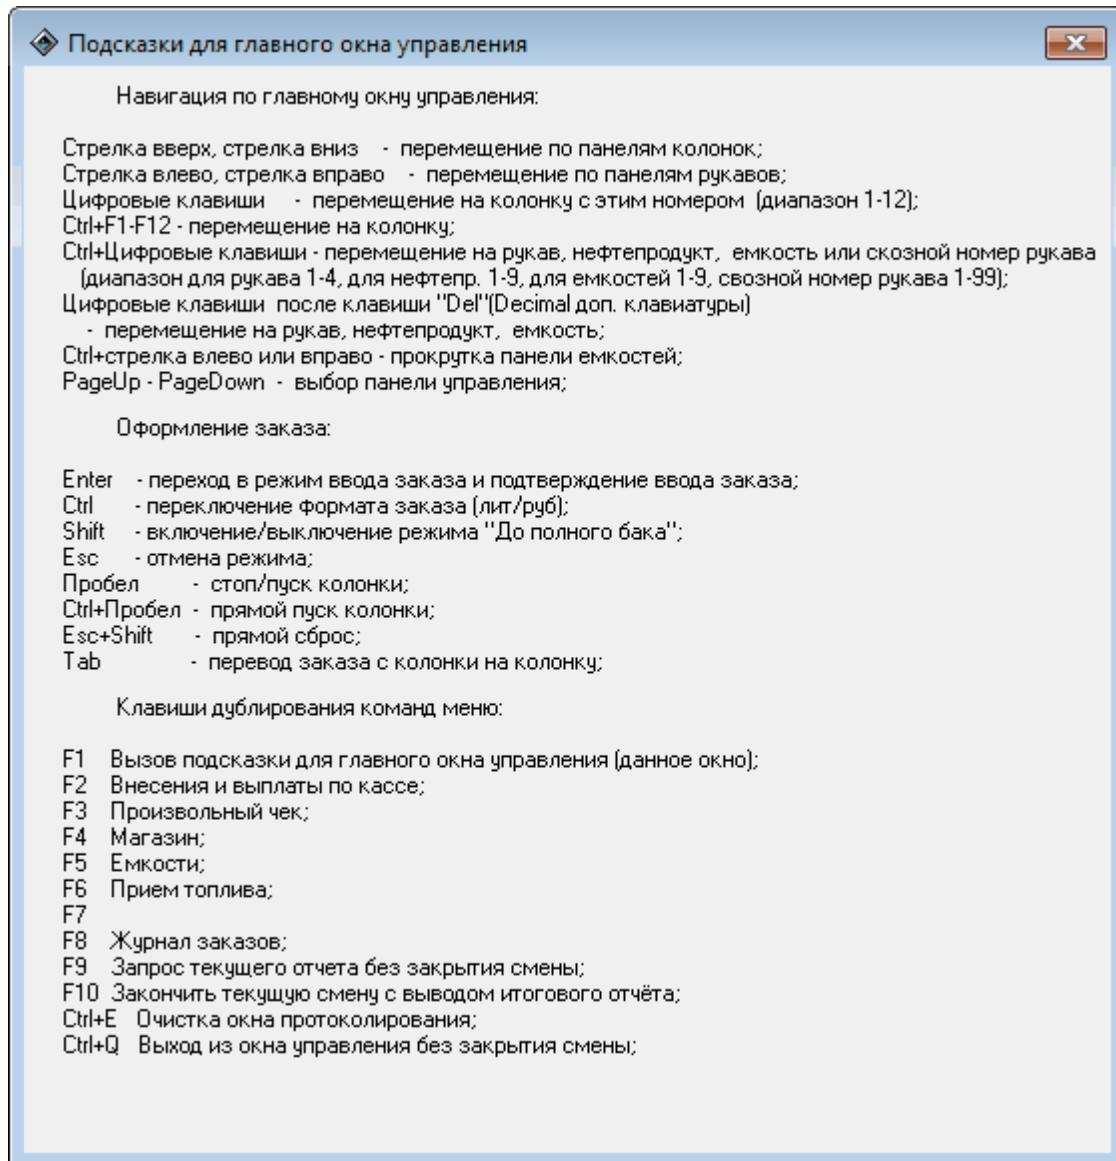

Рисунок 11. Подсказки для главного окна режима "Управление".
- Клавиши управления **F1** - выводит на экран окно с информацией по "горячим клавишам", которые могут быть использованы для управления "Топаз-АЗС" (см. рисунок 11).